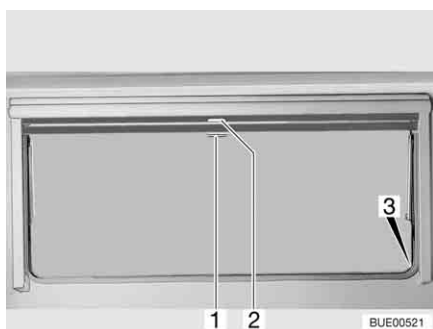

Fig. 83 Ventana abatible
- Tirar del asidero (Fig. 83,2) de la persiana oscurecedora enrollable hacia abajo. Cuando la persiana oscurecedora enrollable se cierre por completo, encajarla en el bloqueo (Fig. 83,3) a ambos lados del marco de la ventana.
- Cuando la persiana oscurecedora enrollable está completamente cerrada: Presionar el tirador (Fig. 83,2) hacia abajo y tirarlo ligeramente hacia dentro. Desenganchar la persiana oscurecedora enrollable de los bloques a izquierda y derecha del marco de la ventana.
- Cuando la persiana oscurecedora enrollable se encuentre en una posición intermedia: Tirar ligeramente del asidero (Fig. 83,2) hacia abajo, hasta que se hay soltado el bloqueo.
- Tirar hacia abajo de la mosquitera enrollable (Fig. 83,1) y engancharla en el bloqueo (Fig. 83,3) a ambos lados del marco de la ventana.
- Presionar el tirador (Fig. 83,1) hacia abajo y tirarlo ligeramente hacia dentro. Desenganchar la mosquitera enrollable de los bloques a izquierda y derecha del marco de la ventana.